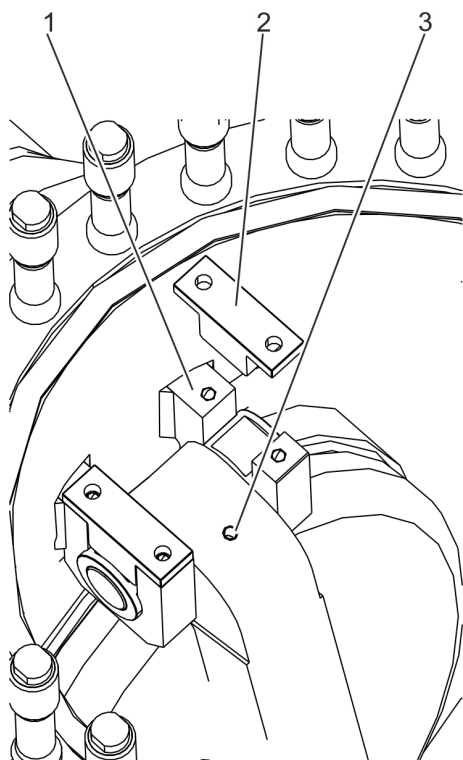

Fig. 35: Montage des supports
- 14.** Dévisser l'anneau de levage de l'alésage (Voir la Fig. 35/3) dans le levier de la plaque.
- 15.** Placer les supports (Voir la Fig. 35/2) sur les pièces de maintien (Voir la Fig. 35/1).